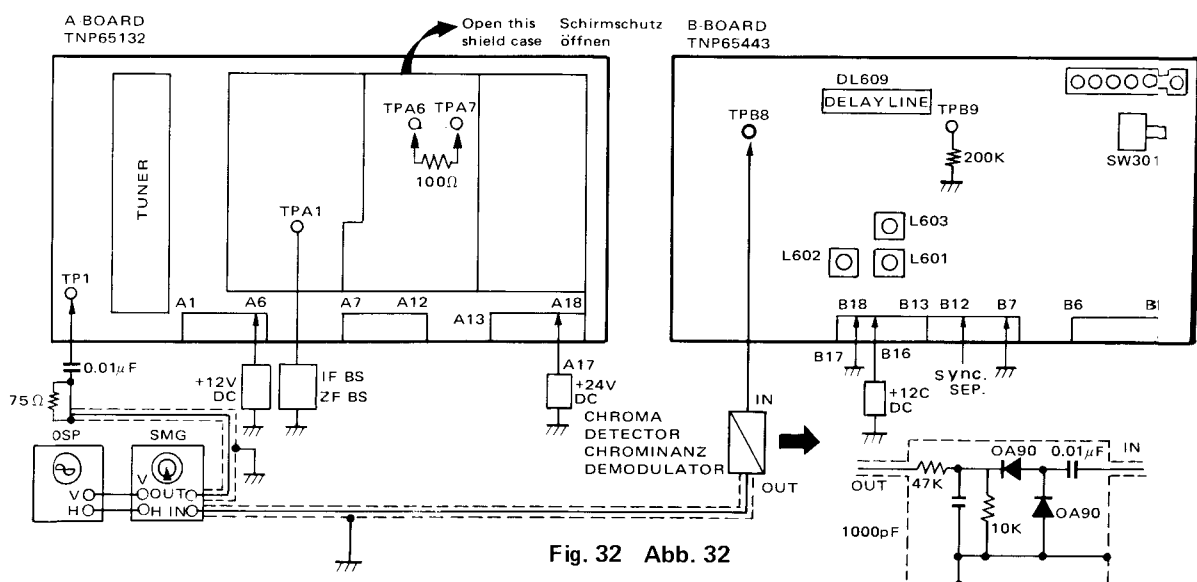

Fig. 32 Abb. 32
### Preparation Step ( See fig. 32)
9. Connect oscilloscope and chroma sweep generator in fig. 32.
### Vorbereitung ( s. Abb. 32)
9. Oszillografen und Farb-Wobbler wie in Abb. 32.